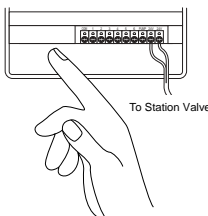

ILUSTRACIÓN 18: Conexión de los cables de las válvulas
- Podría ser necesario abrir el terminal para poder insertar los cables o extraerlos. Para hacerlo, apriete el tornillo con un destornillador hasta que el cable esté fijo [Vea la ilustración 18].
- Conecte el cable común al terminal que tiene la inscripción "COM" [Vea la ilustración 18].